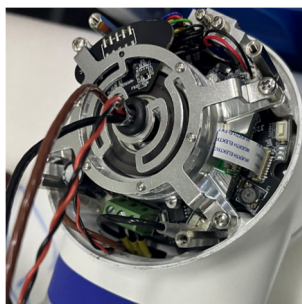

图 3-19 套入护线环
- 护线：将橡胶护线环从束线架一侧线缆接头上套到线缆上的热缩管上，之后将护线环套入到束线架上，如图 3-19 所示；